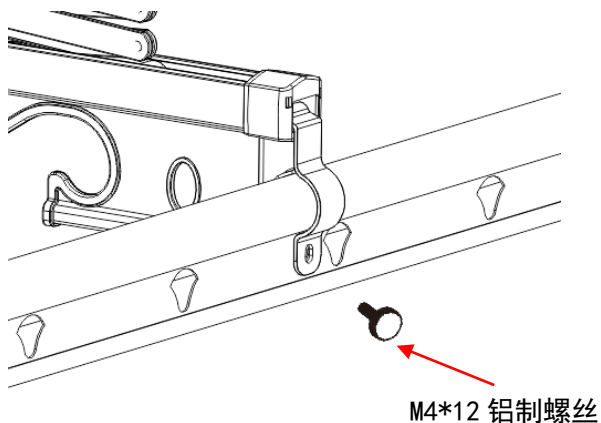

图 13
- b. 安装衣杆组件：托起衣杆，扣上夹紧片用 M4*12mm 的铝制螺丝，将衣杆与衣杆支撑板固定在一起，如图 13 所示。